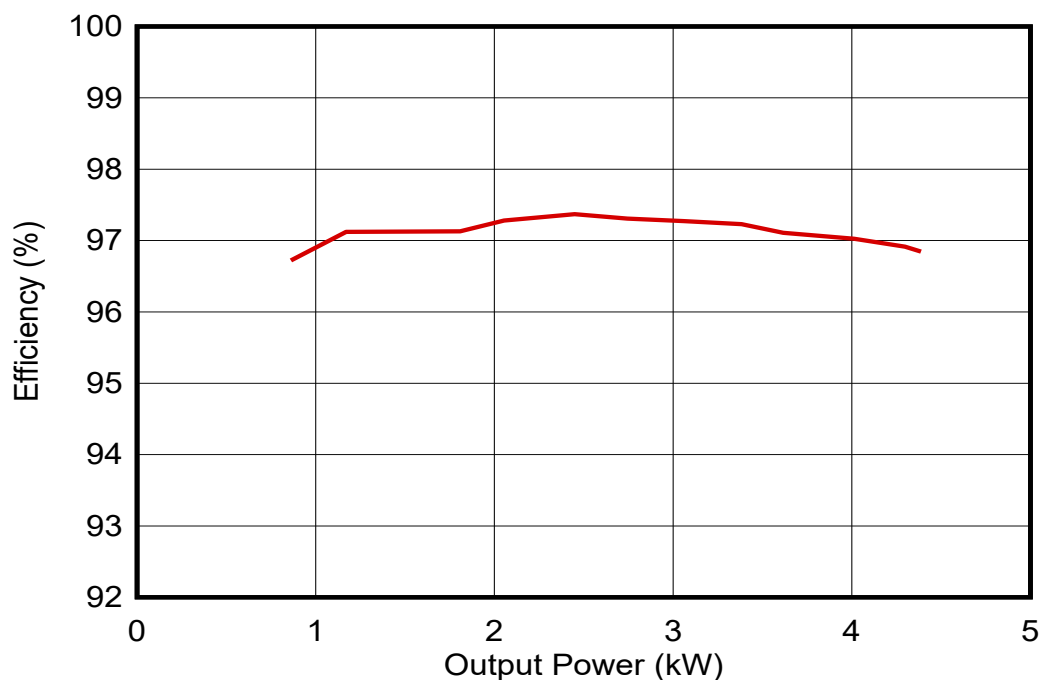

図 5. バッテリの出力から電力をグリッドに変換する (160V_{DC}、230V_{AC}) 場合の効率
- バッテリからドレインされ、グリッドに供給される電力 (図 5 を参照)